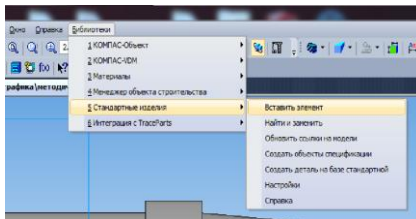

Рис. 15
9.1 В главном меню выбрать **Библиотеки/ Стандартные изделия/ Вставить элемент** (см. рис. 15).